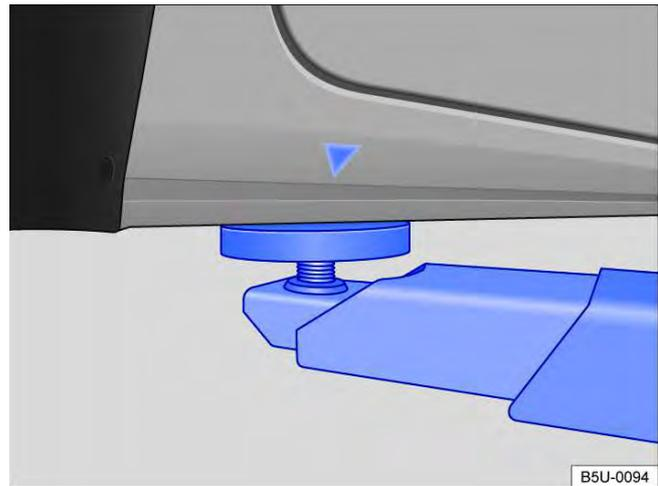
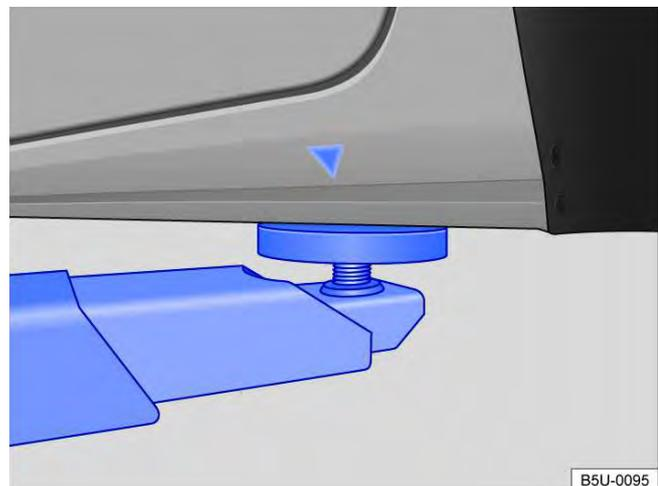

Fig. 183 Pontos de apoio dianteiros para a suspensão com plataforma elevatória ou com macaco.
Fig. 184 Pontos de apoio traseiros para a suspensão com plataforma elevatória ou com macaco.
O veículo deve ser suspenso somente pelos pontos indicados nas figuras → Fig. 183 e → Fig. 184. Se o veículo não for suspenso pelos pontos indicados, podem ocorrer danos no veículo → ⚠ e ferimentos graves → ⚠.
- Suspender o veículo somente pelos pontos indicados nas figuras → Fig. 183 e → Fig. 184. Se o veículo não for suspenso pelos pontos indicados, o veículo poderá cair da plataforma elevatória quando, por exemplo, o motor ou a suspensão for desmontado.